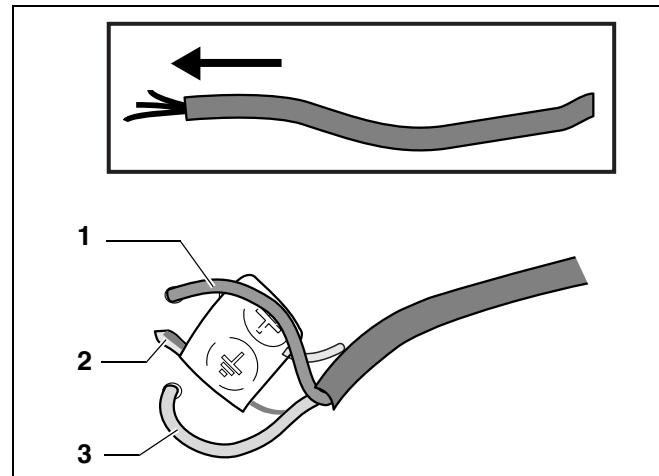

Рис. 42 Сетевой шнур
- Смонтируовать сетевой штекер на сетевом шнуре (рис. 42).